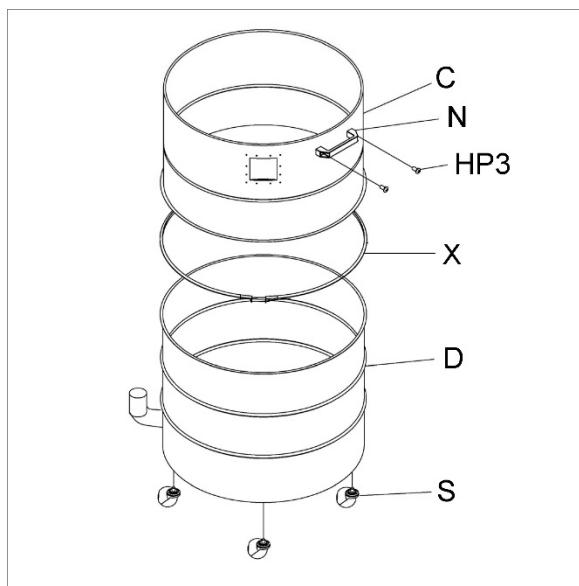

Figure 7
6. Assemblez le tambour supérieur (C, Figure 7) et le tambour inférieur (D) et fixez avec le collier de serrage du tambour (X) en serrant la vis.
7. Installez la poignée (N) avec les vis (HP3).
8. Installez les roulettes (S) dans les trous filetés se trouvant sous le tambour.